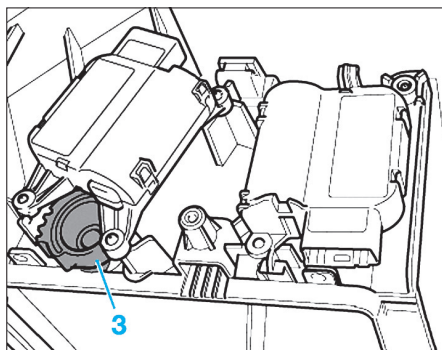

Fig. 39
- Avant la repose du servomoteur, vérifier les bonnes positions du volet de pression dynamique dans les puits d'aspiration et le pignon (3) (Fig.39).